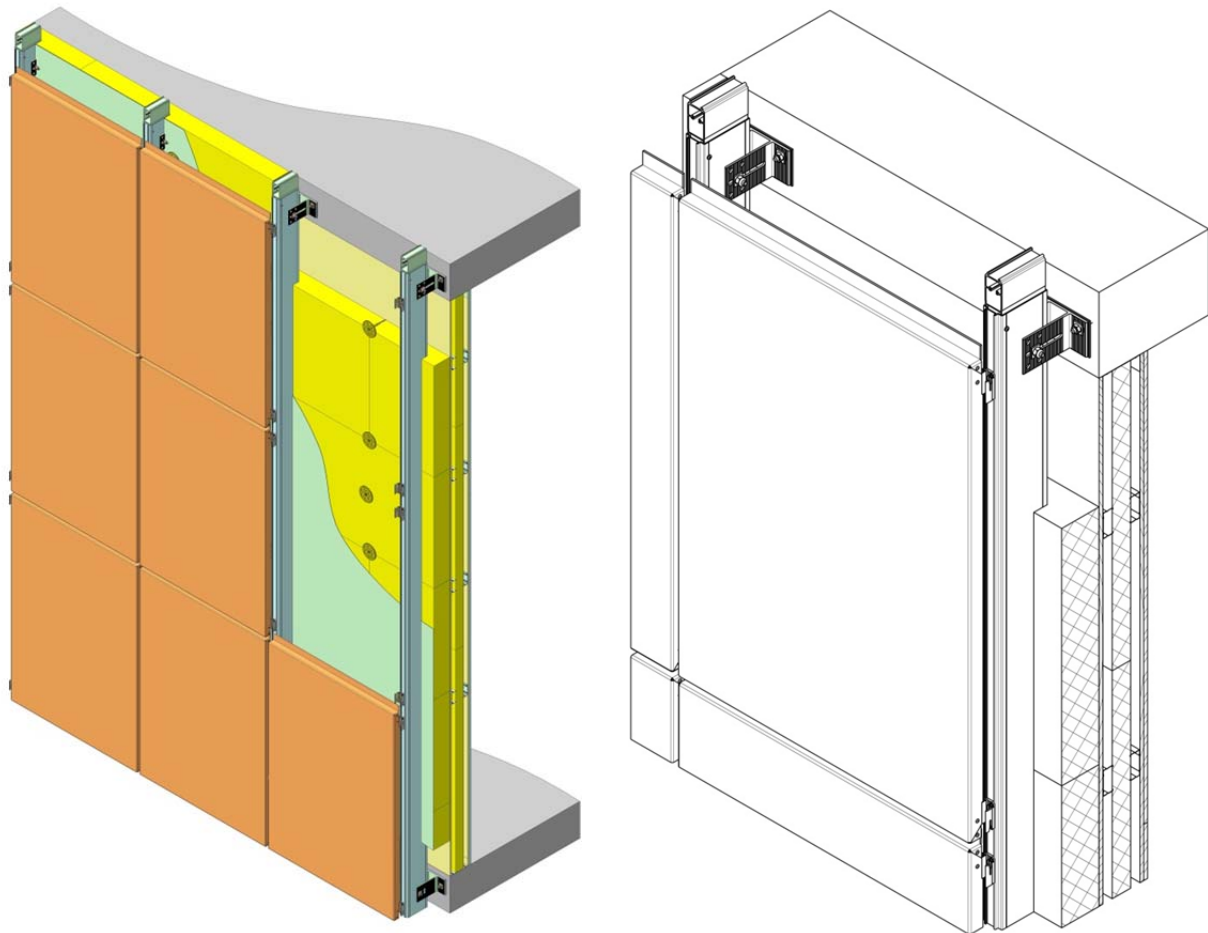

Рис.6 Система СФТО-П5-50.11 – усиленная.
3. **СФТО-П5-50.11** - Система для закрепления навесных алюминиевых и композитных кассет через **кассетные салазки, усиленные стойки, крепежный элемент М10 и П-подобные кронштейны** на плитах перекрытия здания (см. рис.6).
Система СФТО-П5-50.11 **применяется как при отсутствии** между плитами перекрытия **стены**, так и при наличии стены или перегородки(см. рис.6) .
Система СФТО-П5-50.11 (усиленная, см. рис.6)